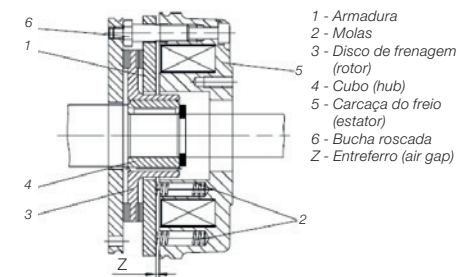

Figura 3 - Corte transversal do freio eletromagnético - tamanho 6 a 25 (4 a 600 Nm)
- Medir com um calibrador (espírio) o entrefreio existente entre a armadura e a carcaça do freio (ver cota "Z" na Figura 3), em três pontos próximos aos parafusos de ajuste. Se a medida encontrada for igual ou maior que o valor máximo indicado na Tabela 3, ou se as leituras forem diferentes entre si, prosseguir o ajuste do entrefreio da seguinte maneira (ver Figura 5):
- Afrouxar os parafusos de fixação do freio (pos. 7) a fim de deixar a bucha roscada (pos. 6) livre;
- Olhando para o freio, girar a bucha (pos. 6) no sentido anti-horário usando uma chave de acordo com a Tabela 4 para efetuar o ajuste (um giro de 90° reduz o entrefreio em aprox. 0,2 mm);